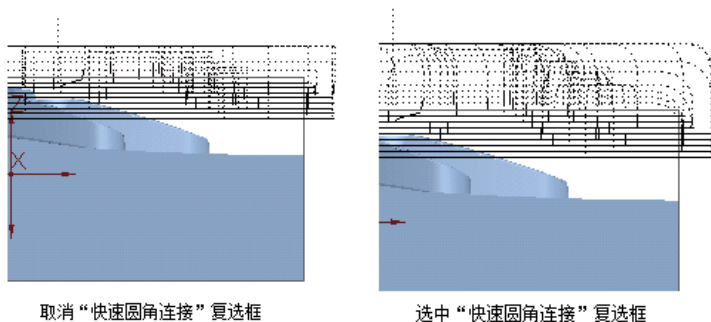

图 2-63 快速圆角连接示意图
- **【快速圆角连接】**: 对快速运动刀轨进行圆角连接, 如图 2-63 所示。